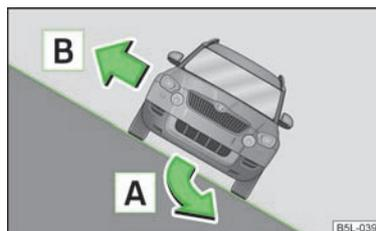

Fig. 139
Si il y a un risque de basculement, braquez immédiatement dans le sens de la pente **A** » fig. 139 et accélérez légèrement.
Si le véhicule s'arrête en position très inclinée sur une pente et que vous et vos passagers devez descendre, faites descendre tous les passagers du côté du véhicule tourné vers la montée [B] » fig. 139.
- Avant d'attaquer une pente à l'oblique [A] » fig. 139, vérifiez s'il est possible de braquer sur la ligne de pente. Si vous roulez en biais sur une pente et que le véhicule menace de basculer, braquez immédiatement sur la ligne de pente dans le sens de la descente et accélérez légèrement.
- Si le véhicule s'arrête dans une pente très escarpée, ne sortez pas du véhicule du côté de la descente. Quittez toujours votre véhicule avec prudence du côté de la montée -- » fig. 139.